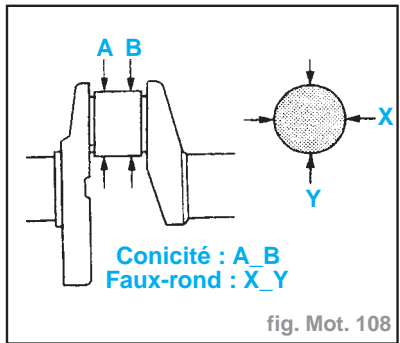

fig. Mot. 108
- Mesurer les tourillons et les manetons avec un micromètre, pour rechercher conicité ou faux-rond (fig. Mot. 108) :